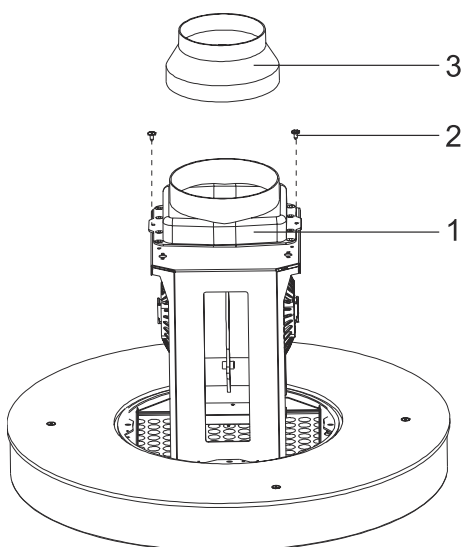

Fig. 13
- 7.** Montér Ø150mm aftræksstuden med 2 stk. 3,5x9,5 skruer. Brug kun reduktionsadapteren hvis det er nødvendigt. (Læs mere om aftræksforhold under Service, fejlsymptomer og løsninger) (Fig. 13).